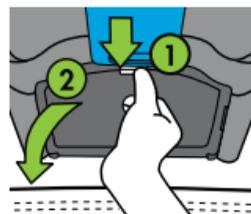

Figure 27
Ouvrez la porte du bac DUA en appuyant et en maintenant le haut de la languette de verrouillage (1), puis en tournant la porte du bac DUA vers le bas (2), comme indiqué dans la **Figure 27**.